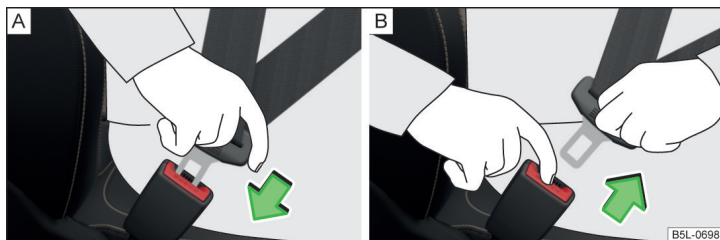

Fig. 6 Colocar y quitar el cinturón de seguridad
- Introduzca la lengüeta en el cierre correspondiente al asiento » fig. 6 - A hasta que se oiga que encaja.
- Pulse la tecla roja en el cierre del cinturón » fig. 6 - B, la lengüeta del cinturón saldrá disparada.